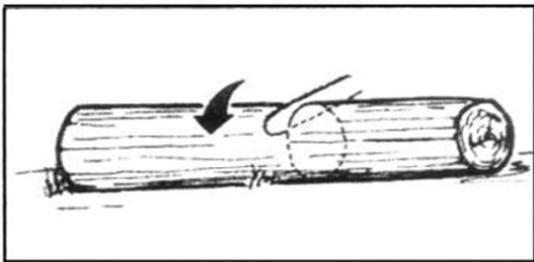

Fig. 11
1. Tronco sostenuto lungo l'intera lunghezza: tagliare dal basso, attenzione a evitare di tagliare nel terreno (Fig. 11)
Per affilare la catena fare riferimento alla Fig. 11 sottostante e procedere come segue: